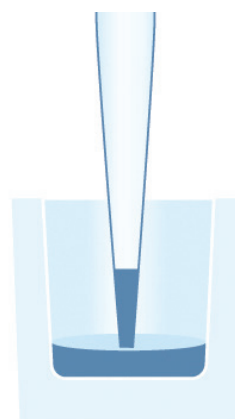

Imagen B3.
1. Introduzca la punta en el líquido (Imagen B3).